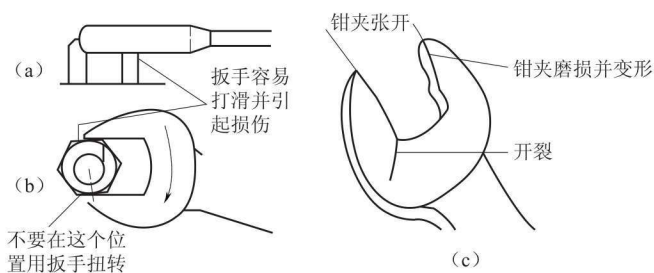

图 1-14 开口扳手错误操作示意图
① 开口扳手只能在一个有限的空间中扳动螺栓或螺母，在螺栓或螺母被扳转到极限位置后，再将扳手取出重复原先的过程。
② 扳动扳手的方向应朝胸前，而不应往外推，这样操作更省力。若必须向外推扳手，则应将手掌张开去操作。
③ 使用开口扳手对螺栓或螺母做最后拧紧时，加在扳手上的力应根据螺栓拧紧力矩的要求而定，不能太大，否则会导致螺纹滑扣。
④ 使用开口扳手时若放置的位置太高，或只夹住螺母头部的一小部分，扳手在使用时会打滑，如图 1-14 (a) 所示。
⑤ 开口扳手的开口端若大于螺母头部两相对平台宽度，因开口端与螺母的头部接触减少会导致扳手打滑，故应在确认扳手和螺母配合好后才能施力，如图 1-14 (b) 所示。
⑥ 错误使用开口扳手造成的后果如图 1-14 (c) 所示。